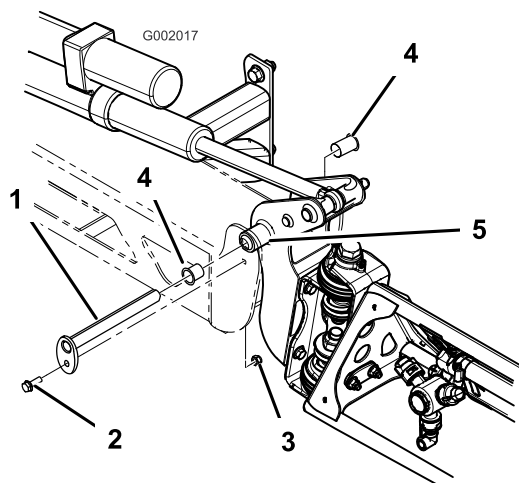

Figura 62
3. Com o peso da rampa suportado, retire o parafuso e a porca que seguram o pino de articulação à rampa (Figura 62). Retire o pino de articulação.
5. Retire e inspeccione as buchas de nylon dos lados dianteiro e traseiro do suporte de articulação (Figura 62). Substitua todas as buchas danificadas.
7. Monte a rampa e o apoio da articulação no chassis alinhando as aberturas (Figura 62).